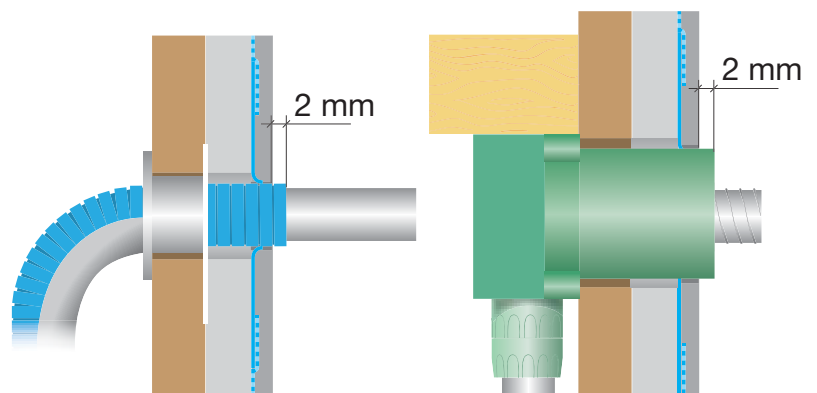

Fig. 3.3.2d. Tätning mot rör-i-rör-system och väggdosa.
- På rör-i-rör-system utförs tätning mot skyddsrör, väggdosa eller annan genomföringsdetalj. Se fig. 3.3.2d.